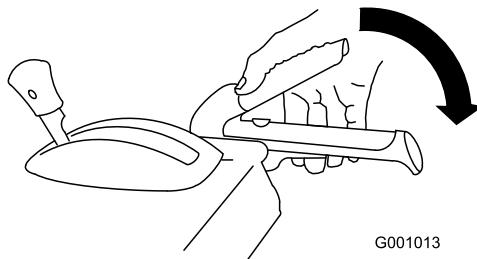

Figura 28
2. Engate a alavancas da broca/hélice e segure-a no sítio (Figura 28).